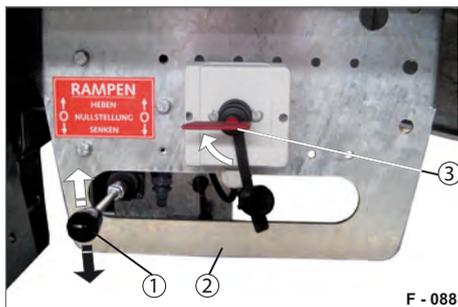

Abb. 41 Bedienstelle
- ▶ Steckschlüssel einstecken und den Strom-Schalter (Abb. 41/3) auf ON drehen.
- ▶ Bedienhebel (Abb. 41/1) für Auffharrampen betätigen - siehe Rubrik Aufbau ab Seite 177.